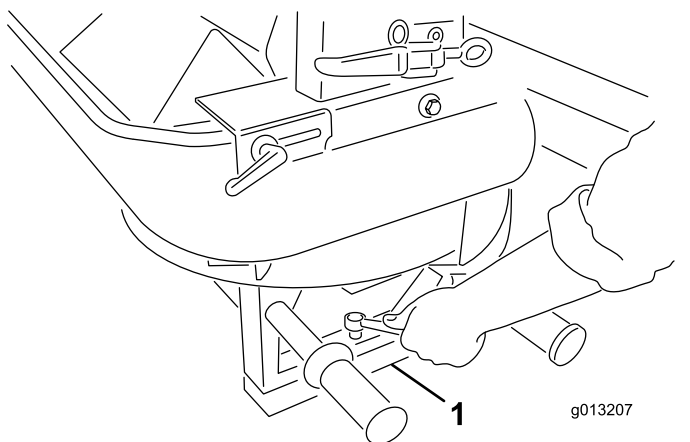

Figura 6
5. Retire los 4 tornillos de las patas del doble rotor. Con la ayuda de otra persona, levante el doble rotor y retire los espárragos y la gomaespuma de transporte (Figura 6).